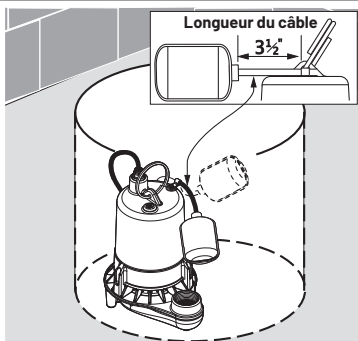

Figure 3
6. Placer la pompe dans le puisard, en s'assurant que rien n'interfère avec le fonctionnement du commutateur. Pour les modèles à interrupteur attaché, la longueur de l'attache devrait être de 88,9 mm (3 1/2 po) (figure 3).